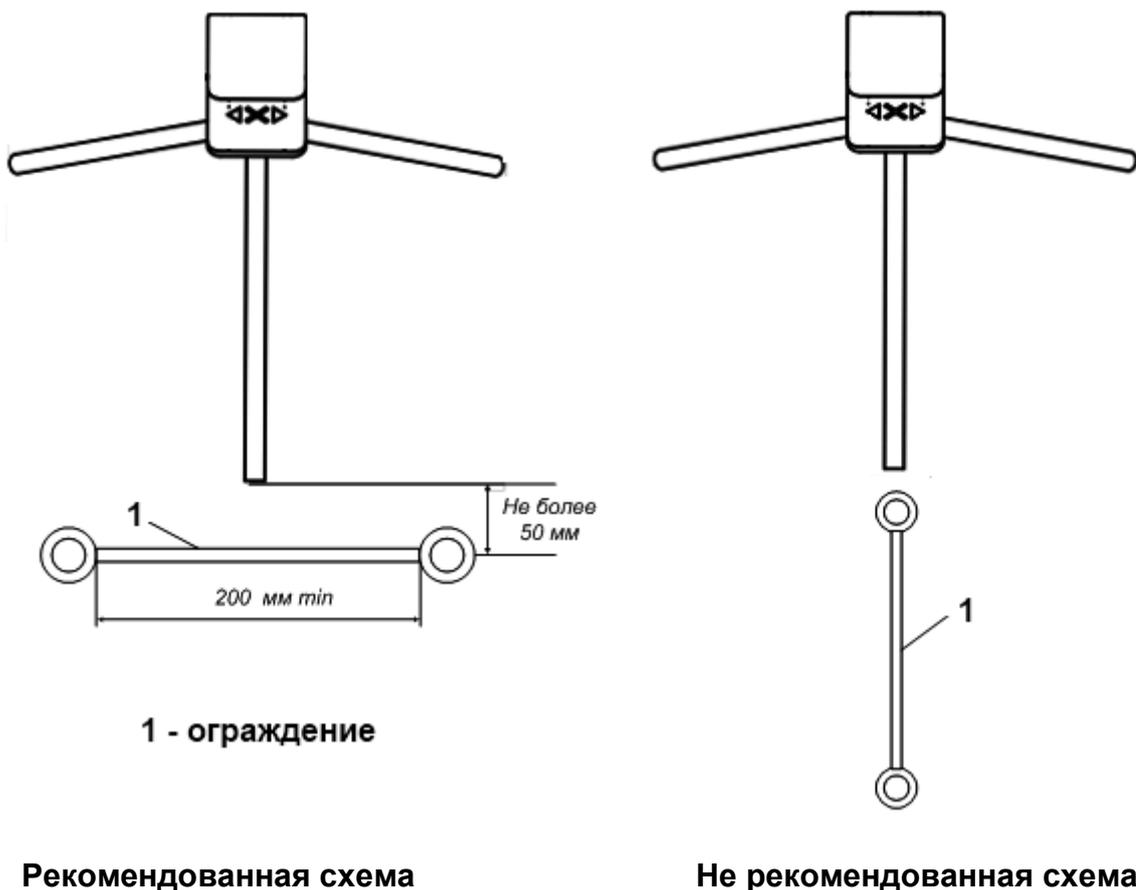

Рисунок 3 – Организация зоны прохода турникета.
3.5.1 Рисунок 3 – организация зоны прохода турникета и указания об ориентировании изделия.